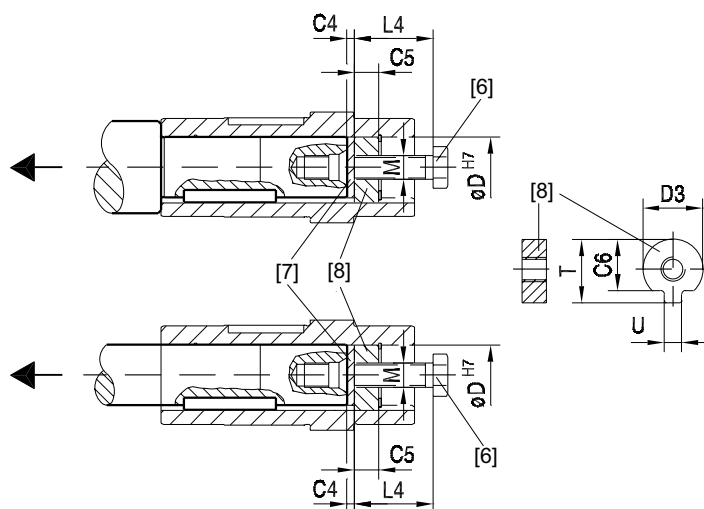

Bild 27: Demontage
1. Lösen Sie die Befestigungsschraube (6).
2. Entfernen Sie den Sicherungsring (3) und, falls vorhanden, das Distanzrohr (5).
3. Setzen Sie gemäß Bild 27 zwischen Kundenwelle (4) und Sicherungsring (3) die Abdrückscheibe (7) und die verdrehsichere Mutter (8).
4. Setzen Sie den Sicherungsring (3) wieder ein.
5. Setzen Sie die Befestigungsschraube (6) wieder ein. Sie können jetzt das Getriebe von der Welle abdrücken.